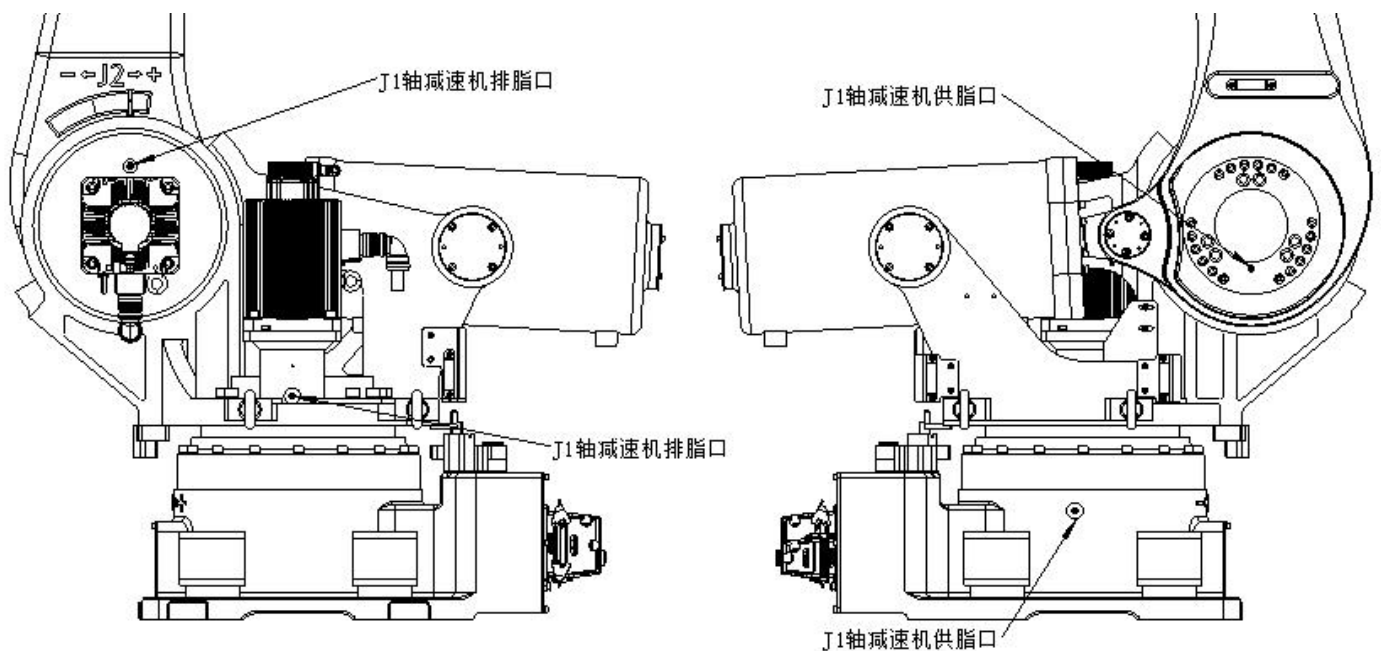

图3.1 更换润滑油 J1、J2轴减速机
- 3) 移去润滑油排油口的内六角螺塞 M10X1，见图 3.1、3.2、3.3。